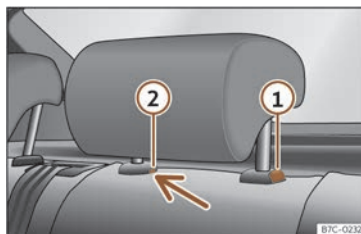

Fig. 102 Apoyacabezas trasero: desmontaje.
- Pulse la tecla >>> fig. 102 ①, apretando a la vez por el orificio del seguro ② con un destornillador plano de máximo 5 mm de anchura y retire el apoyacabezas.